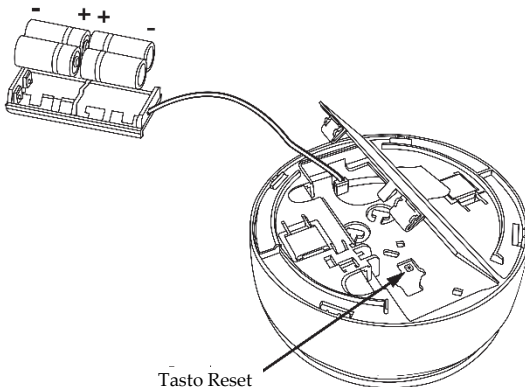

Figura 6
Premendo il tasto di reset la sirena verrà resettata (*vedi Figura 6*).
3. Rimuovere le batterie esaurite e inserire quelle nuove prestando attenzione alla polarità (vedi Figura 6).